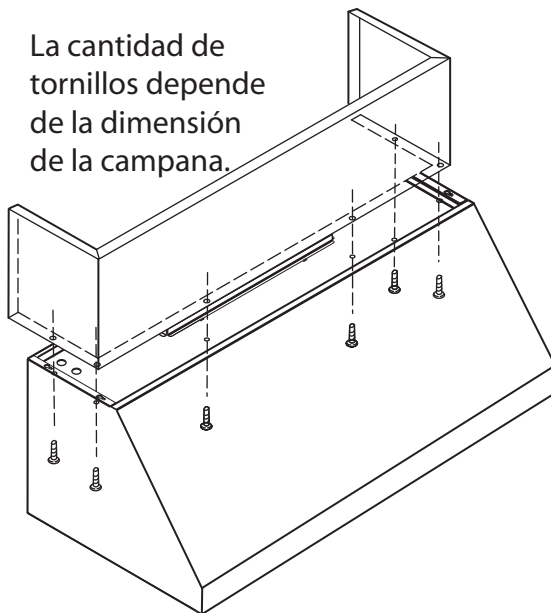

Figura 14: Montaje de la(s) cubierta(s) de conducto de la campana
Se venden por separado cubiertas de conducto. Sirven para cubrir el espacio libre entre la parte superior de la campana y el techo (vea la *Figura 14*).
Para las instalaciones murales, se pueden usar cubiertas de conducto opcionales, ilustradas en la *Figura 14*, para llenar el espacio libre entre la campana y el techo. Se venden por separado cubiertas de una altura de 6 pulg. (152 mm) y 12 pulg. (305 mm) (vea la sección « Accesorios disponibles » en la página 4).
2. Fije la(s) cubierta(s) de conducto a la campana con tornillos para chapa, como se muestra en la *Figura 14*.